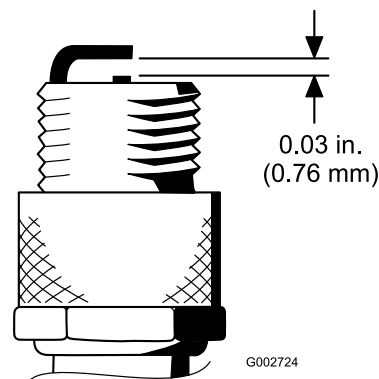

Bild 30
4. Stellen Sie den Abstand zwischen der mittleren und seitlichen Elektrode auf 0,76 mm ein, wie in Bild 30 dargestellt.